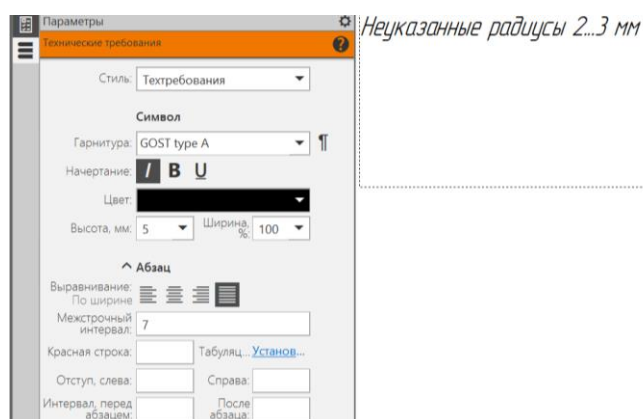

Рис. 26 Заполнения текста технических требований
- **Черчение – Оформление – Технические требования – Задать/Изменить** (рис. 26).